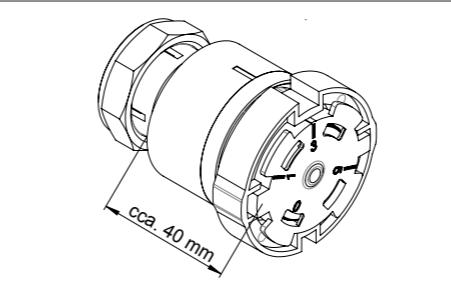

Fig. 5: Distanța dintre extremitățile unității senzorului
- Distanța dintre extremitățile unității senzorului trebuie să fie de cca. 40 mm (vezi fig. 5).